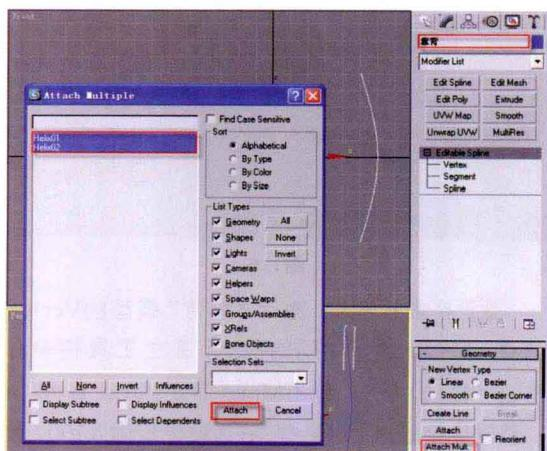

图1-13
⑬ 选择“靠背”模型，在Modify¹²（修改）面板Geometry（几何体）卷展栏下面执行Attach Multiple（附加多个）命令，弹出Attach Multiple（附加多个）对话框，在对话框内框选两条螺旋线（Helix01, Helix02），单击Attach（附加）按钮，如图1-13所示。